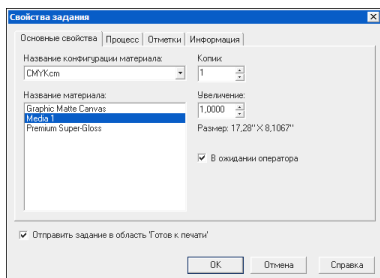

Рис. 8. Свойства задания
2. Щелкните кнопку **Изменить**. Откроется диалоговое окно «Свойства задания» (см. рис. 8).